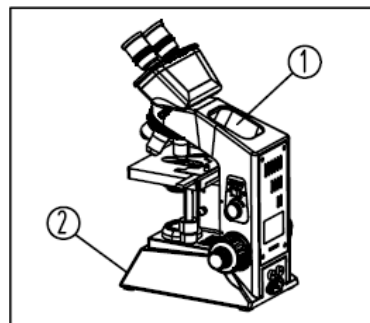

Figura 1
- 3) Cuando traslade el instrumento, sujételo con ambas manos tal como se muestra en la figura 1 (1 y 2).